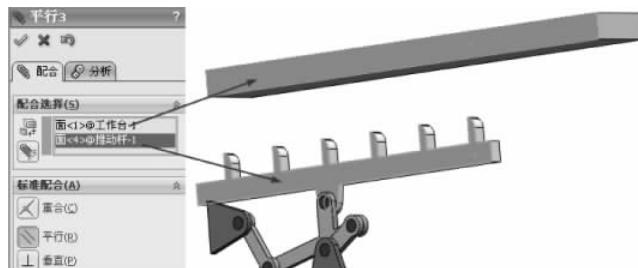

图 3-237 平行配合
(26) 选择【标准配合】选项组下的【平行】配合类型 ，在【要配合的实体】选择框  中选择如图 3-237 所示的面，其他保持默认，单击【确定】按钮 ，完成平行配合。